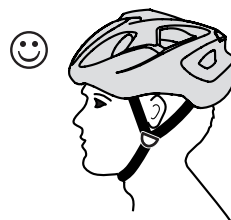

Fig. 1a
- El casco ha de quedar siempre en posición horizontal sobre la cabeza (Fig. 1a)